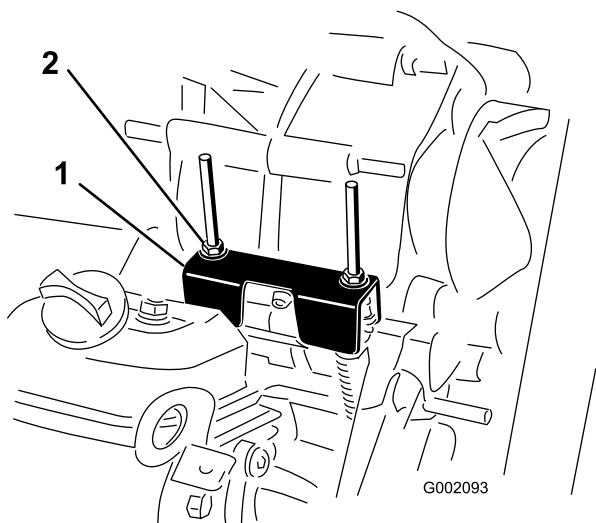

Рисунок 67
При выполнении планового техобслуживания и/или диагностики двигателя ведущий мост необходимо переключить в нейтральное положение (Рисунок 67). У автомобиля есть нейтральное положение на рычаге переключения передач, которое включает нейтральное положение в ведущем мосту. Необходимо выполнить следующие действия, чтобы убедиться в правильной работе рычага переключения ведущего моста в нейтральное положение:
2. Убедитесь, что кронштейн нейтрали находится в нейтральном положении (на уровне кронштейна крепления троса, расположенного под кронштейном переключения передач), повернув ведомое сцепление (Рисунок 67).
3. Поверните одну из контргаяк (Рисунок 67), чтобы получить зазор от 0,762 до 1,52 мм между нижней частью гайки/шайбы и кронштейном нейтрали.